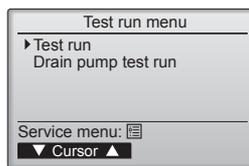

Fig. 7-5
- Wählen Sie „Test run“ (Testlauf) mit einer der Tasten und , und drücken Sie die -Taste. (Fig. 7-5)